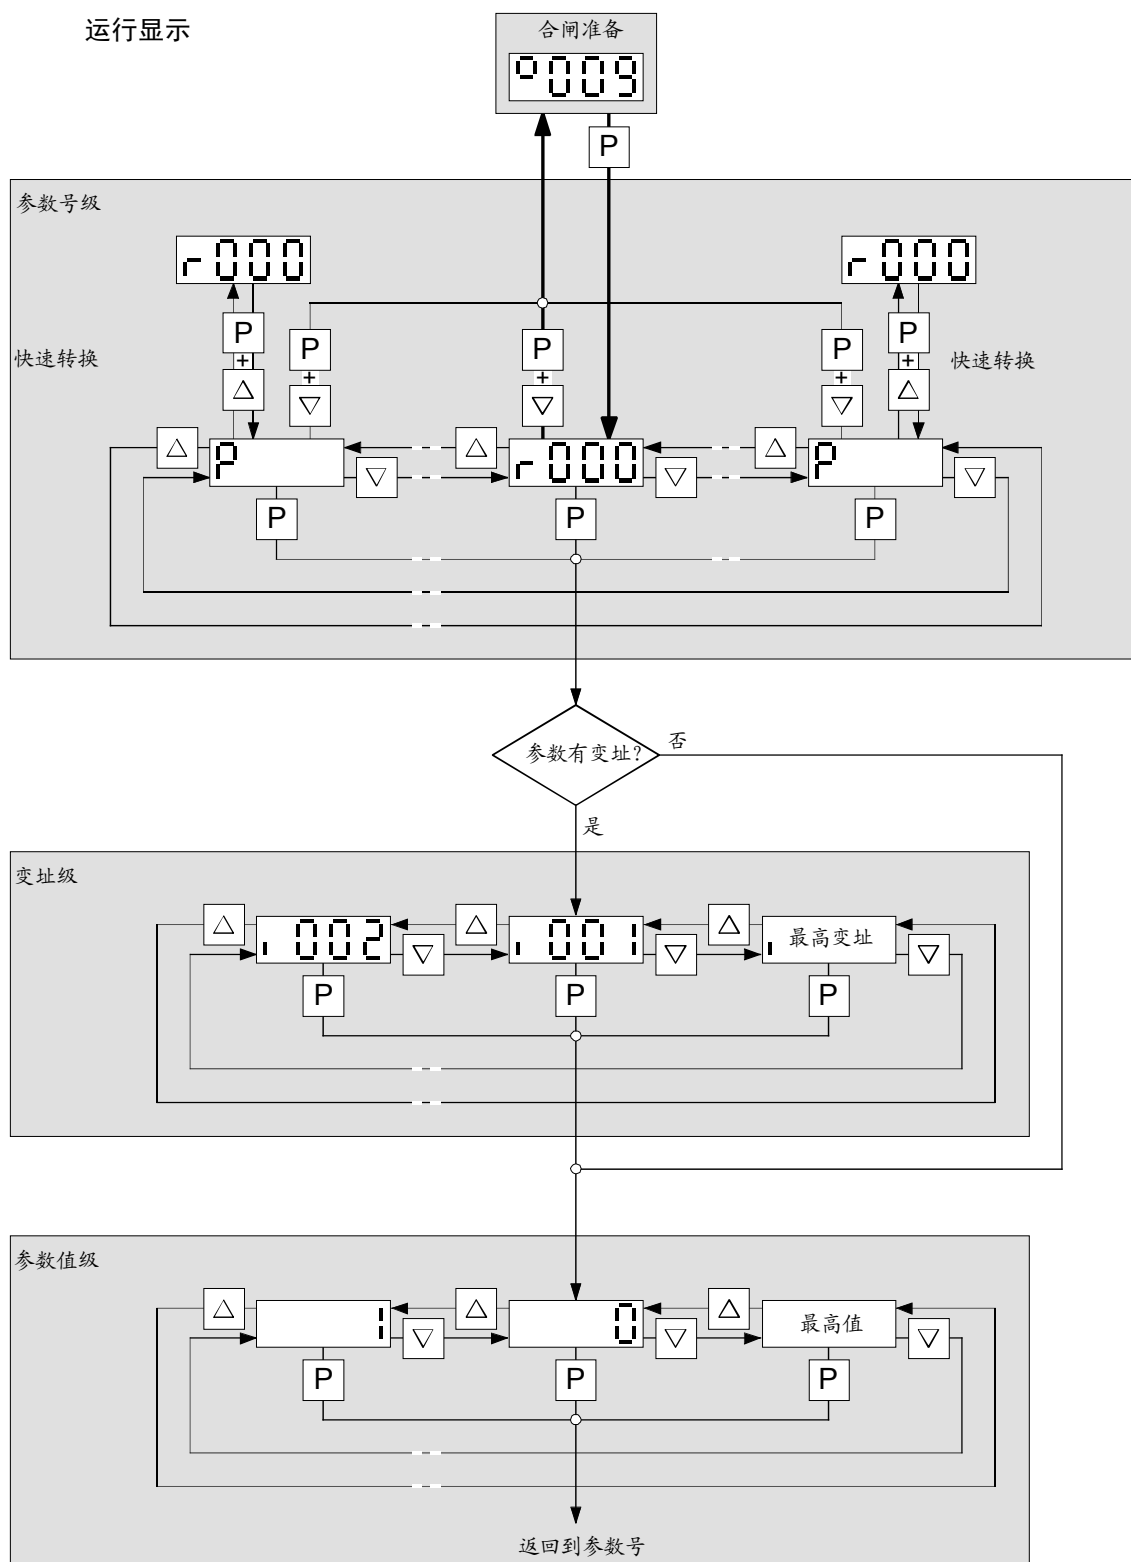
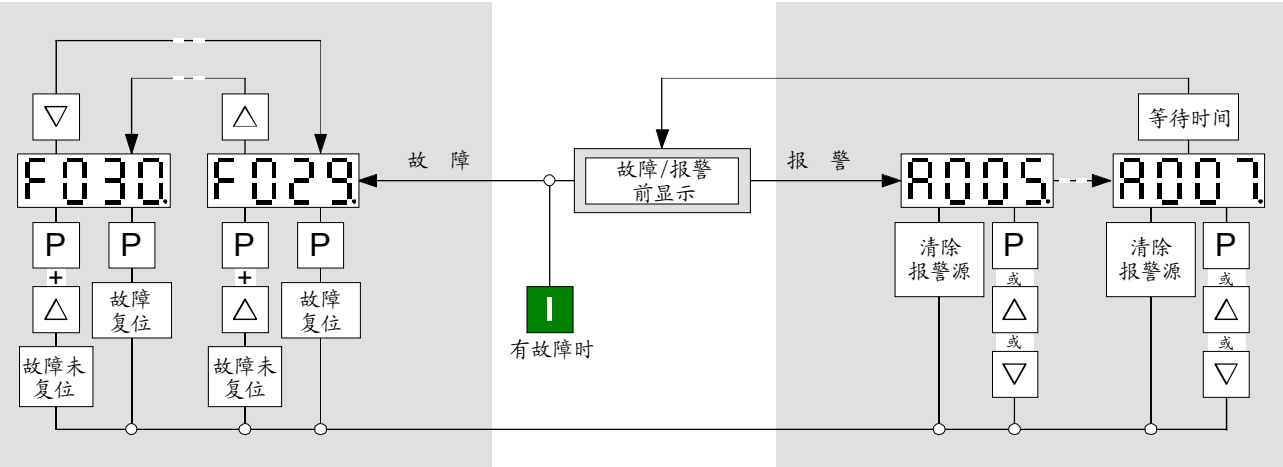

图 6.2 用 PMU 操作的结构
图 6.3 出现故障和报警时 PMU 的操作步骤
1) 在参数号, 变址和参数值级之间进行切换(见图 6.2), 只有在松开按键时此功能才生效。 2) 复位当前的故障信号(见图 6.3) 3) 同时按〈增大〉键和〈减少〉键时, 具有其它的功能(见图 6.2 和图 6.3), 操作时应先按〈P〉键而后才能按其它键。只有在按下其它键时, 此指令才生效。
根据第 6.3 节(图 6.2 或 6.3)可从一个显示画面切换到另外一个。
故障和报警信息既在 PMU 上也在选件 OP1S 上显示(参见 6.3 节，图 6.3)。报警原因消除时报警也自动从显示上消失。故障信息必须在消除原因后通过在 PMU 上按 P 键或在 OP1S 上按复位键复位，以便回复到正常运行状态。